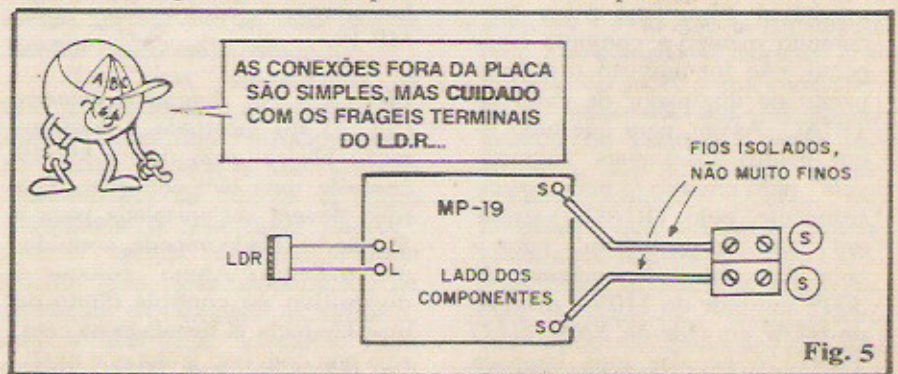

Fig. 5
- FIG. 5 - As (poucas e simples) conexões externas à placa da MP-19. Os pontos "S-S", de Saída para a instalação, devem ser acoplados eletricamente a um par de conectores parafusáveis tipo "Sindal", através de cabos curtos e de bom calibre. O LDR poderá ter seus terminais diretamente ligados à placa, ou ainda através de pequenas "extensões", feitas com fio fino (cabinho). Em qualquer circunstância, evitar dobrar os terminais do LDR muito próximo ao "corpo" do componente, já que tal ação determinará um esforço mecânico danoso, que pode quebrar o relativamente frágil terminal.